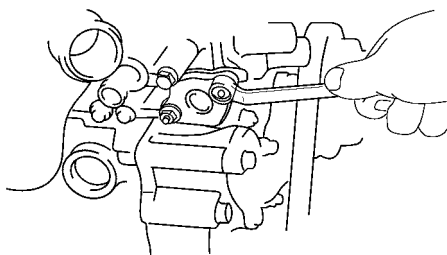

图 1-10 拆下两个螺母
- 4) 旋下两个螺母, 如图 1-10 所示, 拆下链条张紧器和垫片。